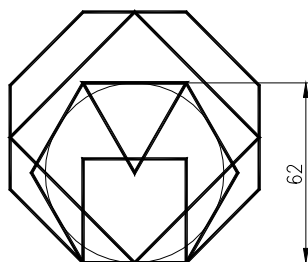

Fig. U5.12
1. Realizați desenul din Fig. U5.12 utilizând numai comanda *POLYGON*.